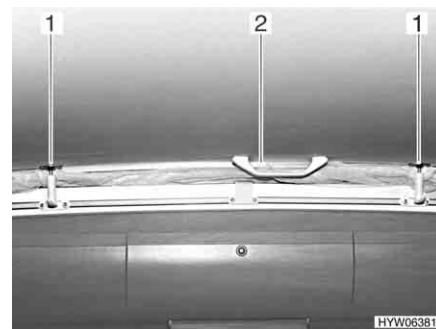

Fig. 23 Tetto sollevabile, chiuso
- Estrarre tutti i tenditori (Fig. 23,1) dal supporto, tirandoli verso il basso.
- Premere il tetto sollevabile verso l'alto mediante le maniglie (Fig. 23,2).
- Tirare verso il basso il tetto sollevabile mediante le maniglie (Fig. 23,2).
- Tirare tutti i tenditori (Fig. 23,1) verso il basso e arrestarli.